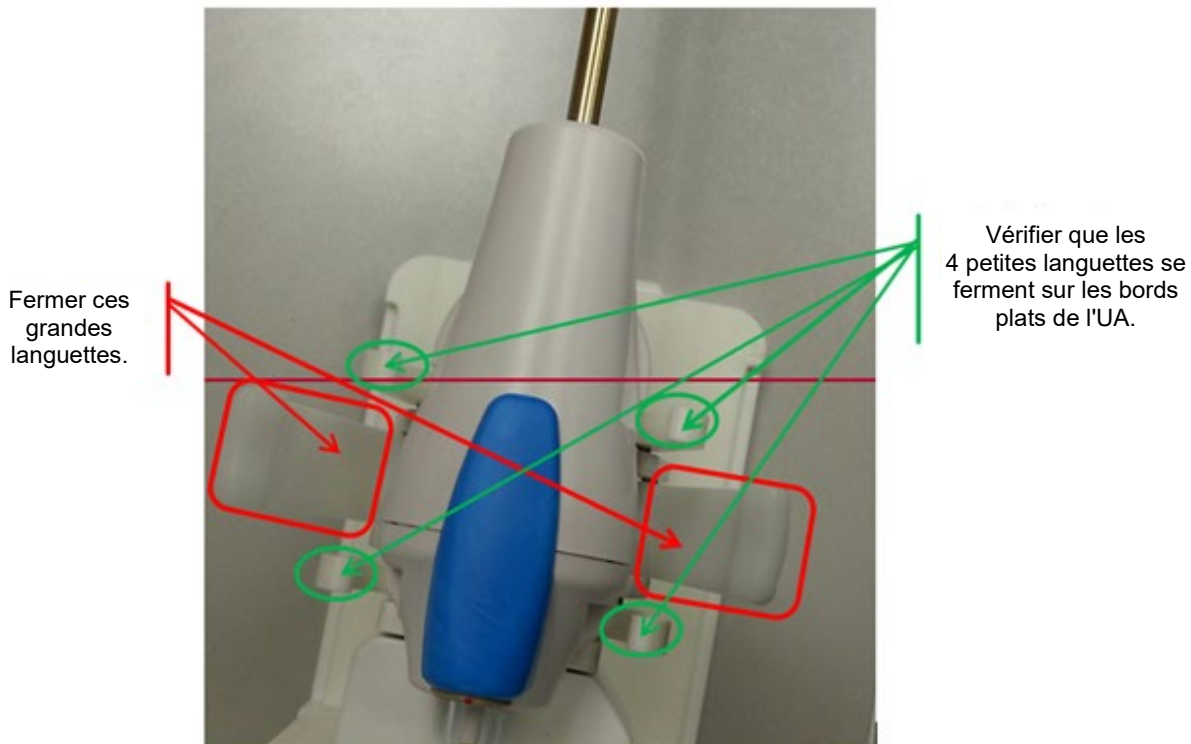

Figure 32 : UA reposant sur le PS, la poignée de l'UA placée dans son préhenseur
6. **Manipulateur IRM :** saisir la poignée de l'UA dans le préhenseur de l'UA du PS (Figure 32). S'assurer que la mise en place de l'UA n'est pas « forcée ». Si tel est le cas, retirer l'UA du préhenseur et régler les axes du PS pour obtenir un meilleur alignement avec l'UA. S'assurer que le bouton de déclenchement pour le haut/bas et l'inclinaison sur le PS est verrouillé avant de fixer l'UA dans le préhenseur du PS.